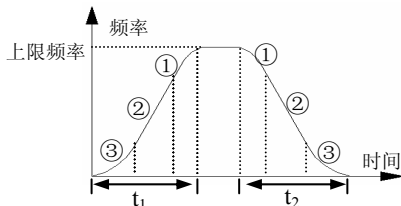

图 6-5 S 曲线加减速
S 曲线起始段时间如图 6-5 中③所示，输出频率变化的斜率从 0 逐渐递增。
S 曲线上升段时间如图 6-5 中②所示，输出频率变化的斜率恒定。
S 曲线结束段时间如图 6-5 中①所示，输出频率变化的斜率逐渐递减到 0。